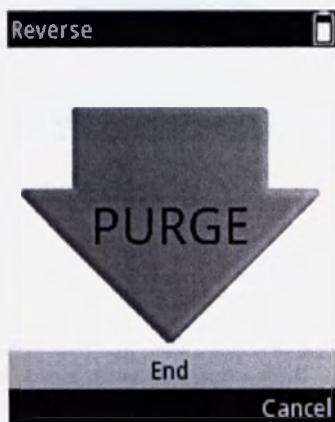

Рисунок D17.
5. На экране дисплея появляется "Purge" («Очистка») (рисунок D17). Нажмите **trigger** (Пусковую кнопку), чтобы удалить лишний объем.